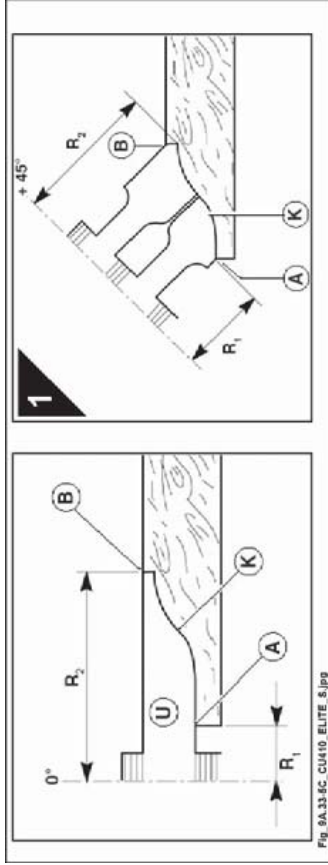

Abb. 9.33-5C
Neigung + 45° OPT; **Bogenprofil (K Abb. 9.33-5C) an Türen**
Mit der Welle rechtwinklig zum Tisch und dem speziellen geformten Werkzeug (U Abb. 9.33-5C) kann folgendes überprüft werden:
- die Spitzengeschwindigkeit des Werkzeugs im Punkt (B Abb. 9.33-5C) ist deutlich höher als im Punkt (A Abb. 9.33-5C), da $R_1 < R_2$.
Dies könnte einen Unterschied des Finishings auf der gesamten Oberfläche A-B oder auch Verbrennungen bewirken. Bei um 45° (1 Abb. 9.33-5C) geneigter Welle wird dieser Unterschied des Finishings minimal gehalten, da $R_1 \sim R_2$ ist, wenn man ein dafür geeignetes geformtes Werkzeug verwendet.